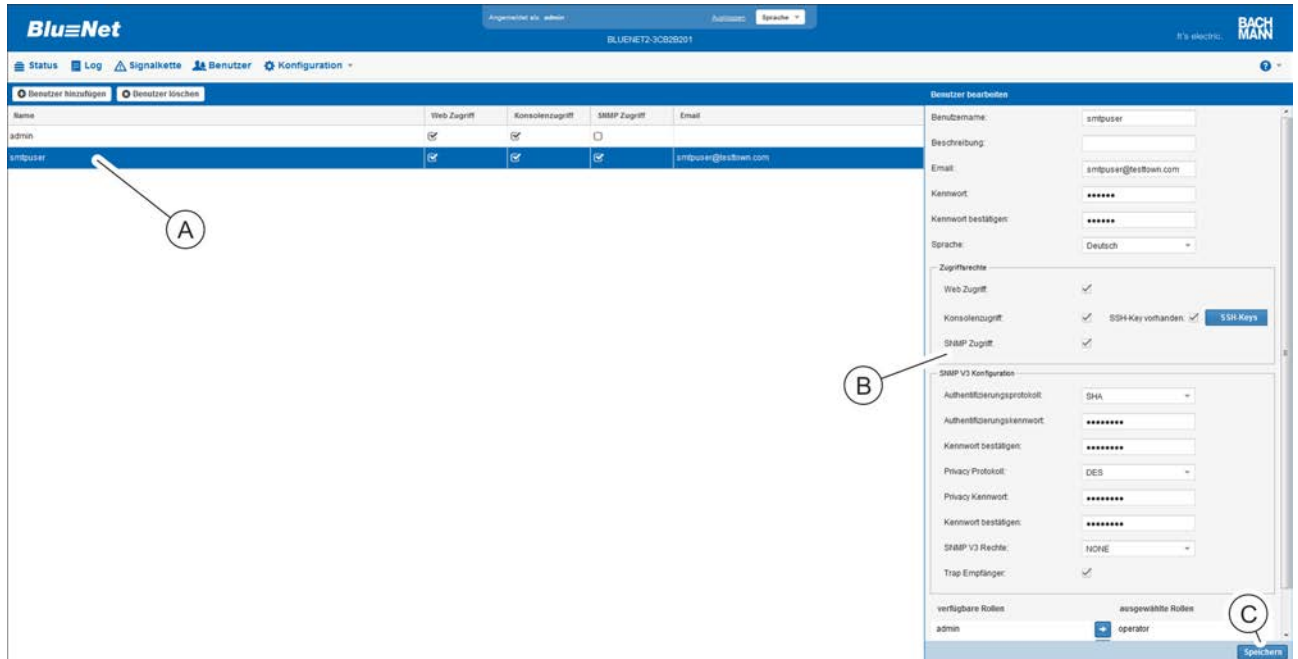

Abb. 241: Menü "Benutzer"
2. ➔ Gewünschten Benutzer auswählen (Abb. 241/A).
⇒ Die Einstellungen des Benutzers erscheinen rechts am Rand in der Detailansicht (Abb. 241/B).
3. ➔ Einstellungen des ausgewählten Benutzers modifizieren und die Änderung speichern (Abb. 241/C).
i Wenn eine Änderung nicht gespeichert werden soll, das Menü verlassen, ohne die Schaltfläche „Speichern“ (Abb. 241/C) zu betätigen, oder einen anderen Benutzer auswählen.